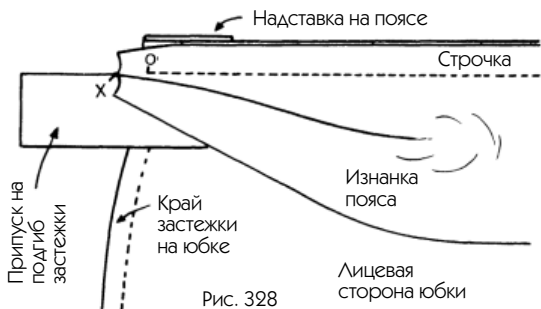

Рис. 328
5. Закрепление пояса: см. на рис. 328, как расположить пояс на линии талии юбки (предусмотренные припуски 1 см). Приколите его от одного конца к другому и притачайте.